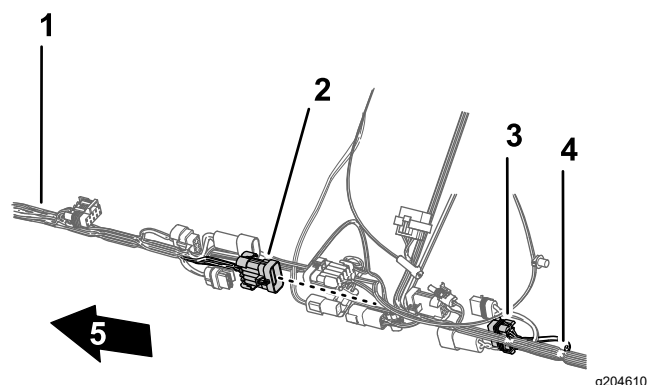

Рисунок 91
6. Вставьте 10-штыревой разъем переднего жгута проводов для промежуточного соединения жгута проводов опрыскивателя в 10-гнездовой разъем заднего жгута проводов для промежуточного соединения жгута проводов опрыскивателя (Рисунок 91).